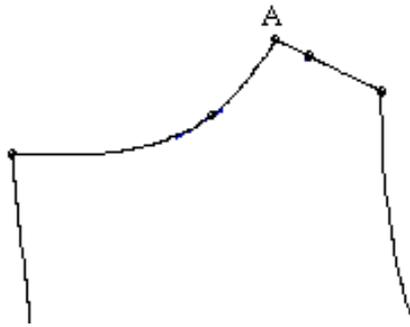

Figura 2-24.
7. En el patrón frente, haga clic sobre la línea del hombro, cerca al punto A como se muestra en la Figura 2-24.